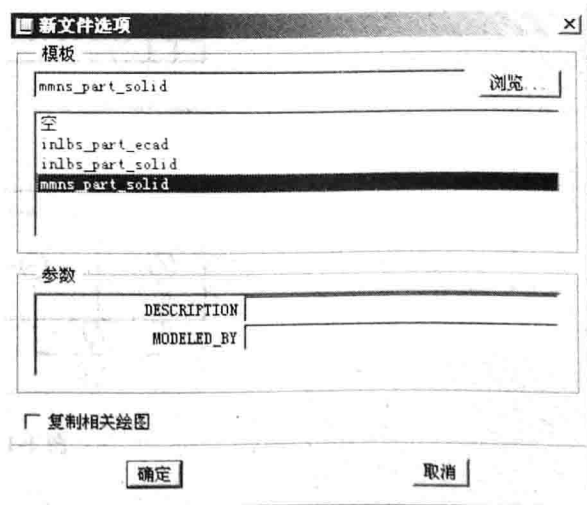

图 1-4 【新文件选项】对话框
(2) 出现【新文件选项】对话框，选用“mmns\_part\_solid”模板，如图 1-4 所示，单击【确定】按钮。